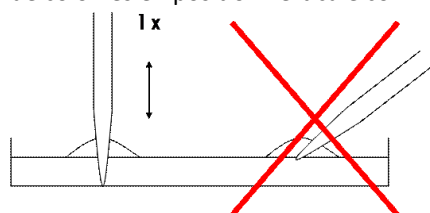

Figure 1 : Technique d'échantillonnage de colonies
3. Percez à travers une seule colonie dans la gélose à l'aide d'un échantillonneur de colonies. Touchez brièvement le fond de la plaque et retirez l'échantillonneur. Maintenez toujours l'échantillonneur de colonies en position verticale comme indiqué dans Figure 1.